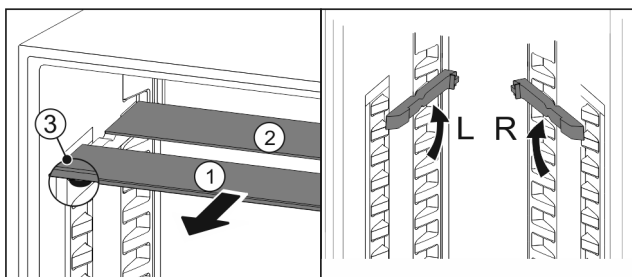

Fig. 159
- Посуньте Fig. 159 (1) скляну панель вперед.
- Скляна панель Fig. 159 (1) з декоративною планкою лежить спереду.
- Стопори Fig. 159 (3) показують вниз.